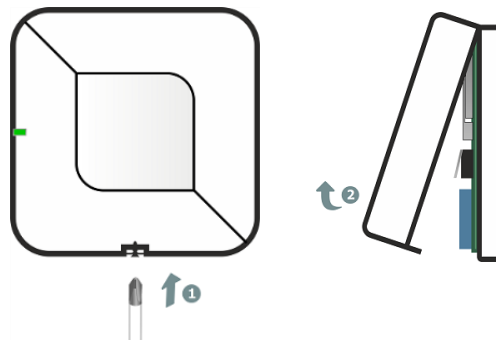

Рисунок 6.2 – Вскрытие корпуса ретранслятора
2. С помощью индикации на ретрансляторе. Для этого вскройте корпус ретранслятора, если он был закрыт (см. рисунок 6.2), и дважды нажмите на кнопку тампера (3, рисунок 2.1). Посмотрите на индикатор ретранслятора. Соответствие уровня связи и индикации представлено в таблице 8.1.
1. Вскройте корпус ретранслятора, если он был закрыт (см. рисунок 6.2).
- 2) С помощью кнопки тампера (3, рисунок 2.1). Для этого вскройте корпус ретранслятора (см. рисунок 6.2) и полностью обесточьте ретранслятор на 30 секунд (отключите АКБ и блок питания). Зажмите кнопку тампера и подключите питание обратно, соблюдая указанную полярность. Удерживайте кнопку тампера, пока ретранслятор запускается (индикатор ретранслятора быстро мигает красным и зеленым цветами по очереди). Отпустите кнопку тампера и последовательно нажмите на нее не менее 5 раз с интервалом 0,5 – 1 сек. между нажатиями. Ретранслятор удален, если его индикатор начал мигать голубым цветом раз в секунду (индикация режима связывания).